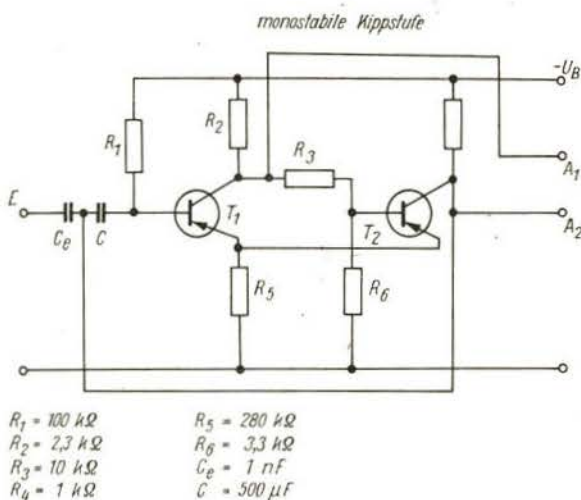

Bild 9
4. Monostabile Kippstufe (Bild 9)